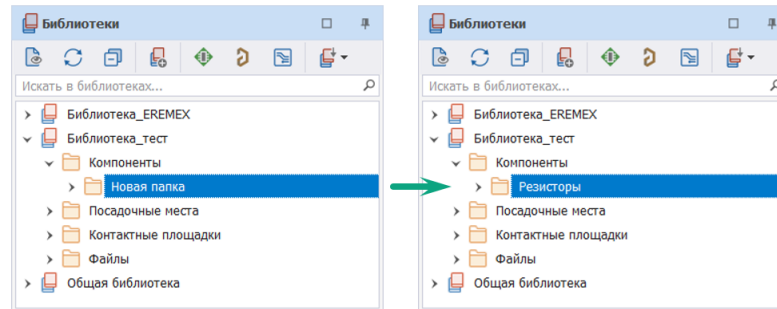

Рис. 7 Задание имени для вложенной папки
3. По умолчанию, вновь созданная папка, получит название «Новая папка», которое можно сразу изменить, см. Рис. 7